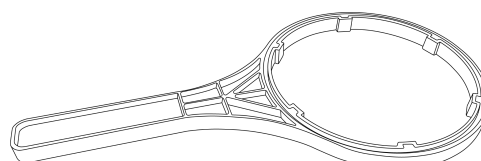

Fig. 5
5. Abrir a caixa a partir da tampa, utilizando as ferramentas fornecidas no kit de instalação (Fig. 5)